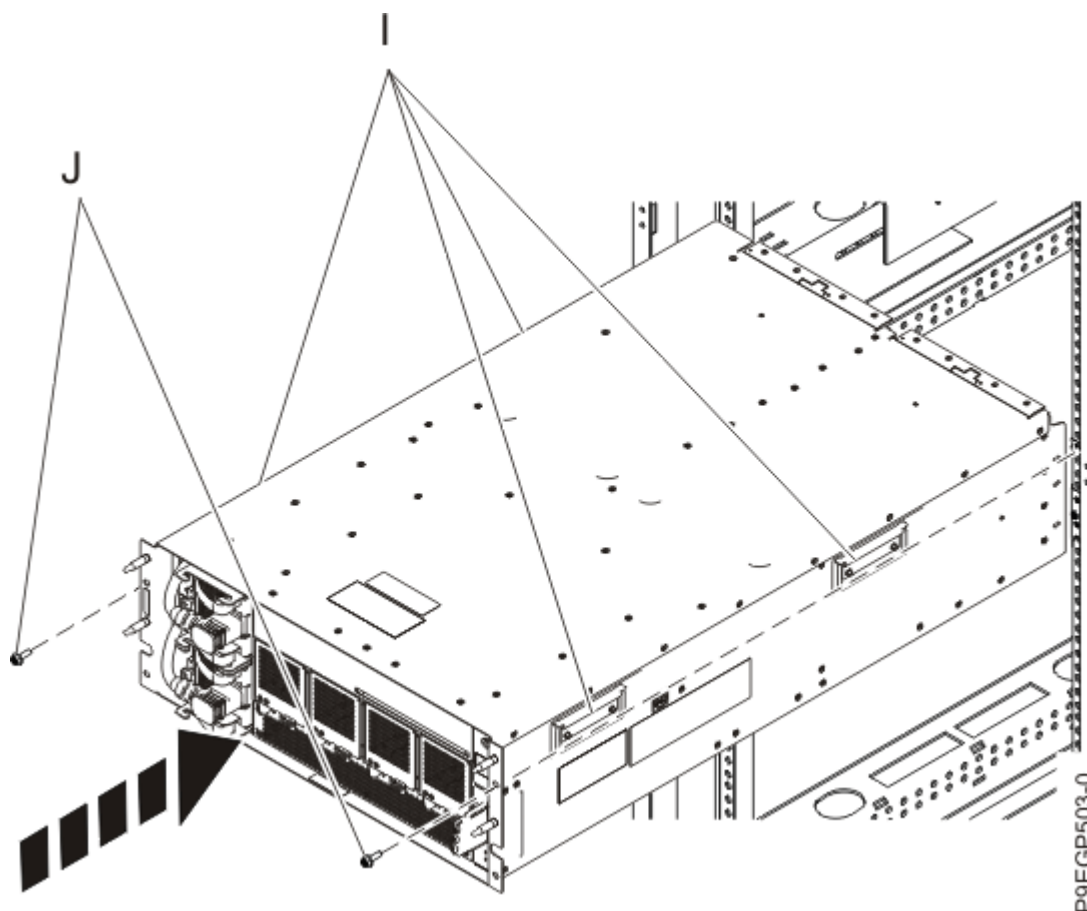

Figura 9. Instalando a gaveta em um rack
- a) Usando três pessoas, duas pessoas seguram as quatro alças **(I)**, conforme mostrado em Figura 9 na página 13 e uma pessoa na frente da gaveta para guiar a gaveta. Levante a gaveta e posicione-a na frente dos trilhos.